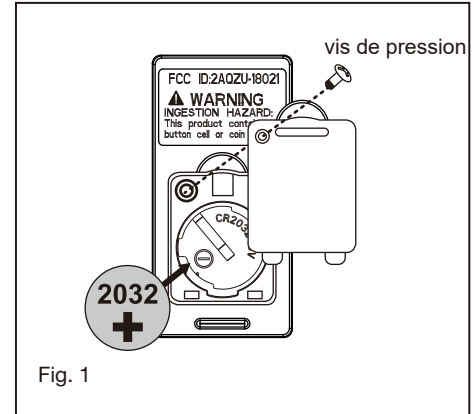

Fig. 1
- 1 Retirez la boule de la tige de suspension en desserrant la vis de réglage sur le côté de la boule. Faites glisser la boule vers le bas et retirez la goupille transversale ; retirer la balle. (Fig. 1)
1. Insérez le récepteur dans le support de montage au plafond avec le côté plat du récepteur face au plafond. (Fig. 1) Pour de meilleures performances, assurez-vous que l'antenne noire et l'antenne WIFI, à l'extrémité du récepteur, restent étendues et ne sont pas emmêlées avec aucun des fils électriques.
- 1 Fixez le support de pale au moteur à l'aide des vis fournies pour le support de pale. Répétez l'opération pour les autres supports de pale. Assurez-vous que les vis sont **BIEN SERRÉES !** Des vis desserrées au niveau du moteur peuvent provoquer un bruit inutile pendant le fonctionnement (Fig. 1).
- 1 Sélectionnez un emplacement souhaité. Utilisez la plaque murale pour marquer l'emplacement des trous de montage. Des chevilles murales en plastique ou des vis de montage sont nécessaires pour cette application. (Fig. 1)
Retirez le panneau de l'émetteur, puis installez une pile 2032 (incluse). Vous devez utiliser une pièce de monnaie pour ouvrir ou fermer le couvercle de la batterie. Pour éviter d'endommager l'émetteur, retirez la batterie s'il n'est pas utilisé pendant de longues périodes (Fig. 1).